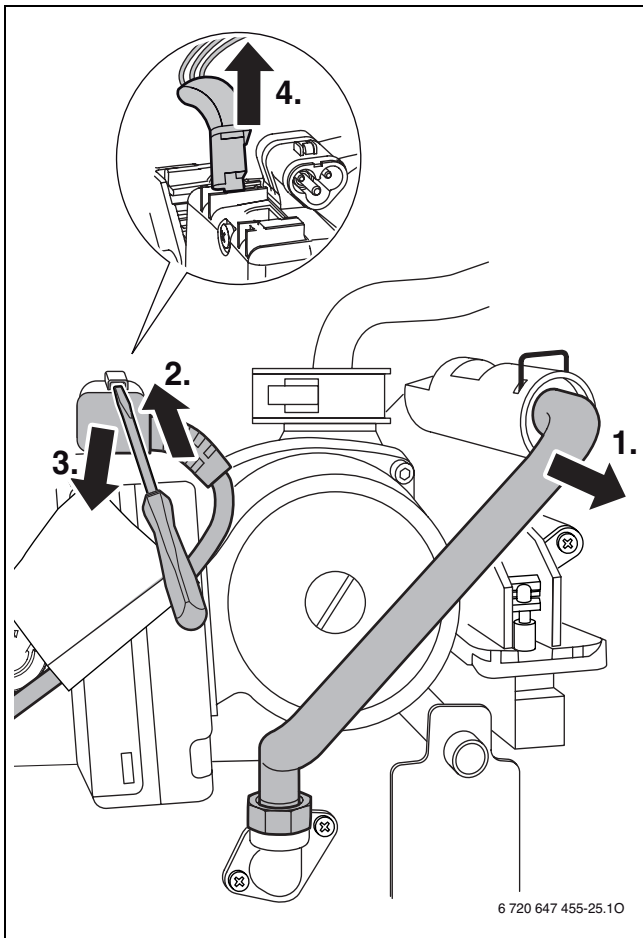

Fig. 89
- ▶ Smontare il tubo dell'acqua fredda (→ fig. 89).